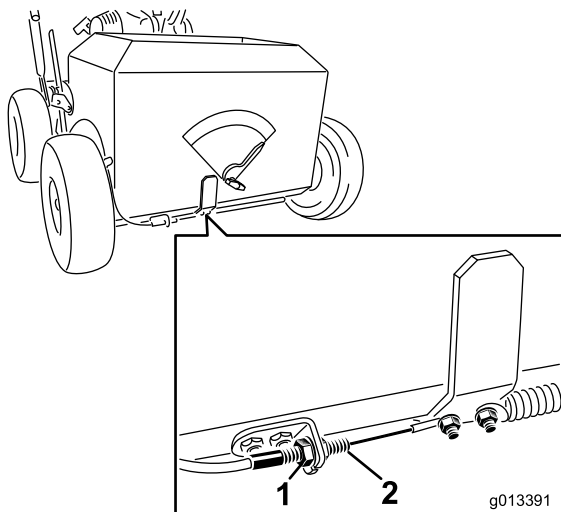

Figura 26
4. Afloje las tuercas del cable de control de la trampa de las semillas (ver Figura 26).